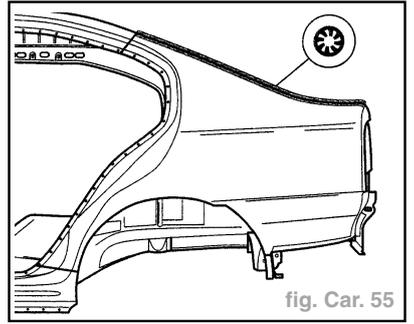

fig. Car. 55
- Souder la zone de liaison avec le canal d'écoulement d'eau du hayon, soudure en bouchon SG (fig. Car. 55).